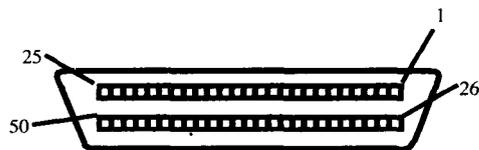

图 1.5 SCSI-2
- ② SCSI-2，共有 50 针，分为两排，如图 1.5 所示。